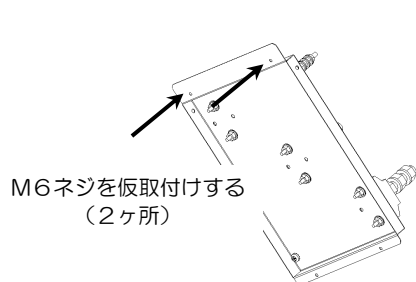

図 3-1 M6ネジ仮取付け
- ① ターミナルブロックの端子のついていない背面よりM6ネジ（付属品）を2ヶ所に仮締めします（図 3-1 参照）。